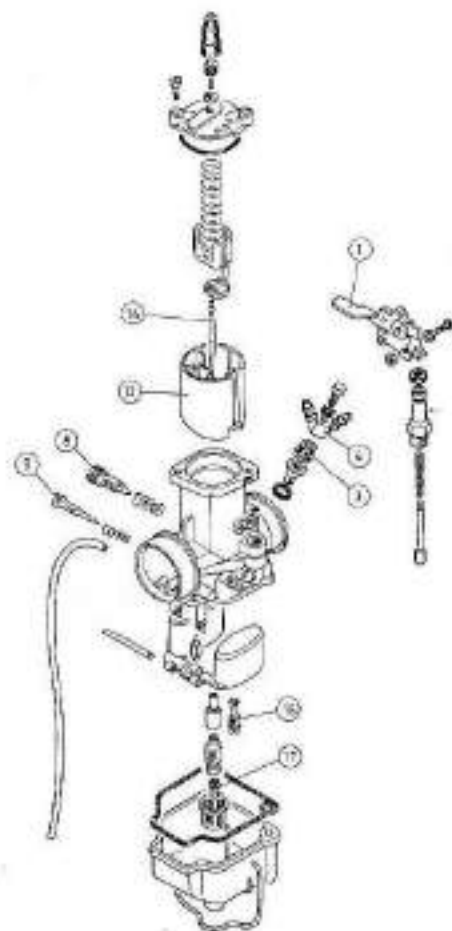

Fig. 11
No obstante, la complejidad de un carburador, a muchos motoristas les interesa conocer sus detalles y particularidades. Para éstos incluimos su dibujo desglosado (Fig. 11).
1. **Ajuste de la marcha lenta (ralenti).** La marcha lenta adecuada es aquella que permite rodar a muy pocas revoluciones en primera velocidad. Para ello, graduar el tornillo 8 situado en el lado izquierdo del carburador (Fig. 11). Para aumentar o disminuir la marcha lenta se debe roscar o desenroscar dicho tornillo 8.
Para graduar la mezcla se dispone del regulador del aire 9 (Fig. 11), situado en el lado izquierdo del carburador. Para determinar la posición del regulador del aire, poner el motor en marcha lenta, roscar el regulador hasta el fondo y luego desenroscar $\frac{3}{4}$ de vuelta. Si el motor no soporta bien esta graduación, roscar el regulador hasta que el motor tienda a pararse por mezcla demasiado rica. En este momento desenroscar el regulador hasta que el motor tienda a pararse por mezcla demasiado pobre. La graduación más adecuada será la media entre ambas graduaciones.
Cependant, malgré la complexité en général d'un carburateur, beaucoup de motocyclistes désirent en connaître les détails et particularités. Pour cette raison, nous incluons une vue éclatée (Fig. 11).
1. **Réglage du ralenti.** Le ralenti correct est celui qui permet de rouler en première à peu de tours-minuts. Pour l'obtenir agir sur la vis 8 situé sur le côté gauche du carburateur (Fig. 11). Pour augmenter ou diminuer le ralenti, visser ou dévisser cette vis 8.
Pour régler le mélange, on dispose du régulateur d'air 9 (Fig. 11) situé sur le côté gauche du carburateur. Pour déterminer la position adéquate du régulateur d'air, mettre le moteur à bas régime, visser à fond le régulateur, puis dévisser de trois quarts de tour. Si le moteur ne supporte pas bien ce réglage, visser le régulateur jusqu'à ce que le moteur ait tendance à s'arrêter parce que le mélange est ce que le moteur ait tendance à s'arrêter parce que le trop riche. A ce moment-là, dévisser le régulateur jusqu'à mélange est trop pauvre. Le réglage le plus adéquat sera celui qui est à mi-course entre ces deux réglages.
Although a carbureter is quite complicated, many riders want to know more about its peculiarities and details, and for them we include an exploded view (Fig. 11).
1. **Adjusting the idle.** A proper idle allows to run at low r.p.m. in first gear. To obtain this condition, adjust idle screw 8 located on the left side of carburetor (Fig. 11).
To adjust the mixture at idle, use the air screw 9 (Fig. 11) located on the left side of carburetor. To set the air screw, let the engine run at idle, rotate the screw CW until its bottom, and then back it off 3/4 of a turn. If the engine does not idle well at this setting, rotate the air screw CW until the engine dies because the mixture is too rich. Back off the screw until the engine dies because the mixture is too lean. The best setting will be the half distance between both settings.